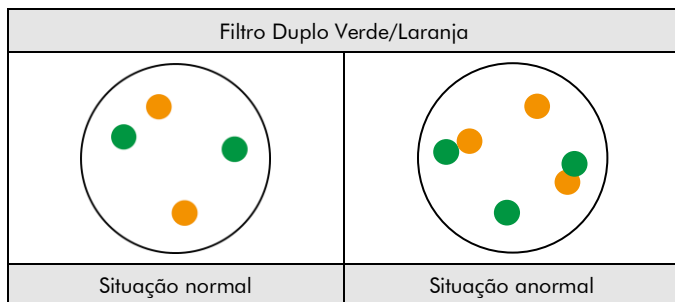

Fig. 2: Resultados esperados em núcleos normais e anormais
**Situação normal:** Em interfases de células normais ou em células sem translocação envolvendo as respetivas regiões dos genes, são visíveis dois sinais verde/laranja (ver Fig. 2).
**Situação anormal:** A fusão dos genes é indicada por um sinal laranja separado, um sinal verde separado e dois sinais de fusão laranja/verde (ver Fig. 2).